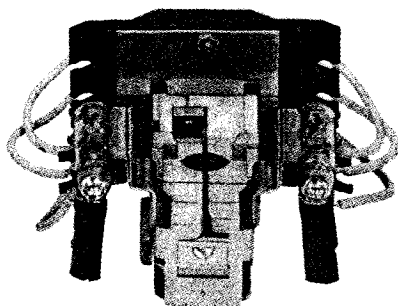

Figura 4
**NOTA:** I meccanismi DPDT hanno un interruttore "sinistro" e uno "destro" (vedere Figura 4) (guardando la morsettiera del meccanismo). Eseguire tutti i passaggi sopra descritti relativi alla sostituzione e alla regolazione. Ricollegare l'alimentazione elettrica e verificare il funzionamento dell'interruttore modificando il livello del liquido nella vasca o "svuotando" la camera del galleggiante.
5. I meccanismi interruttori DPDT sono dotati di due interruttori a mercurio sostenuti dal magnete a perno (vedere Figura 4). Eseguire tutti i passaggi per la sostituzione e la regolazione dell'interruttore descritti dal punto 1 al punto 4. Ricollegare l'alimentazione e controllare il funzionamento dell'interruttore modificando il livello del liquido nella vasca oppure "svuotando" la camera del galleggiante.